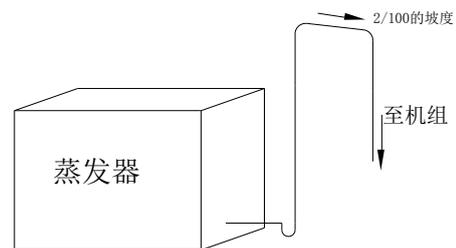
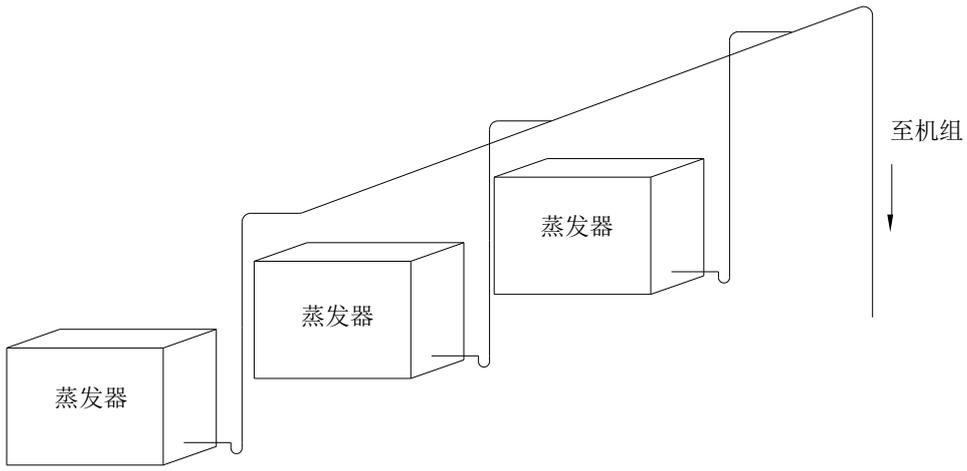

图 2
图 3
① 压缩机吸气管路应设不小于 0.02 的坡度，且必须使其坡向压缩机，用以确保停机时润滑油能自动流回压缩机中，工作时能连续地随制冷剂气体一起流回压缩机；（见图 2）
② 蒸发器出口必须安装 U 型回油弯，U 型弯应尽可能小，且必须设置上升立管，立管高度应高于蒸发器顶部；
③ 当吸气管道从蒸发器上部布管时，应在每一组的蒸发器吸气管道上设置一个 U 型弯；（见图 3）